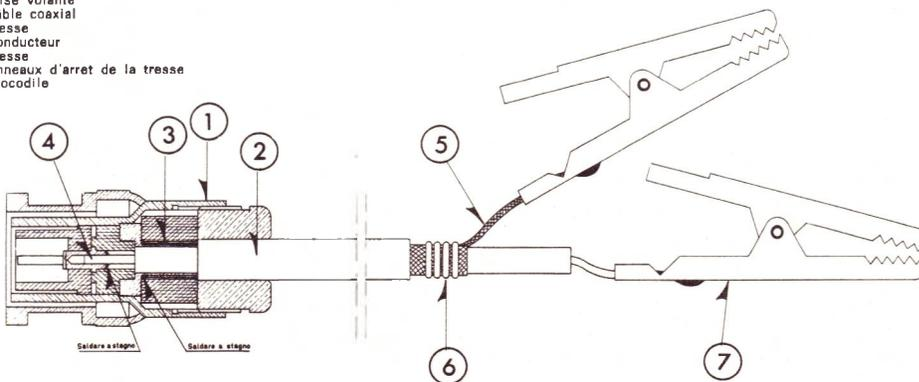

Figure 5
- Les diverses phases de préparation sont clairement illustrées dans la **figure 5** et doivent être effectuées suivant l'ordre précisé. Le raccord qui doit être monté sur la prise du panneau frontal marquée « OUTPUT » est du type à baïonnette, étudié pour simplifier les opérations de montage.
- Eliminer avec une lame de rasoir, 12 mm de gaine isolante, qui recouvre le câble blindé (2) en ayant soin de ne pas couper quelques fils de la tresse métallique (3).
- Souder la tresse métallique sur l'embout, avec une goutte d'étain au point indiqué par le dessin de la **figure 5**.
- Faire couler une goutte d'étain dans le trou où est introduite l'âme du câble blindé. Cette opération délicate doit être effectuée avec un fer à souder de 20-30 W environ et en opérant de la façon suivante : chauffer le contact central du raccord (4) du côté de l'entrée à baïonnette (évitant que la matière isolante blanche se déplace ou fonde par suite de chaleur excessive) et ensuite effectuer la soudure.
- Après avoir dénudé d'environ 1 mm et étamé, insérer le câble blindé ainsi que l'embout avec l'anneau de caoutchouc, dans le raccord, de façon que l'extrémité dénudée de l'âme, entre dans le trou du contact central riveté. Poussant légèrement le câble vers l'extrémité du raccord pendant que l'on chauffe de nouveau le contact central de ce dernier (4) il sera possible d'effectuer correctement la soudure. Après quelques instants, contrôler la qualité de la soudure en tirant délicatement le câble par rapport au raccord.